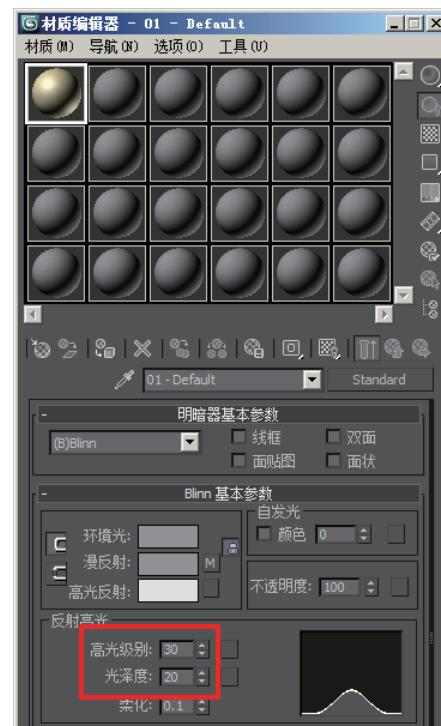

图2-36 设置高光级别和光泽度
(5) 在“Blinn基本参数”卷展栏下的“反射高光”选项组中设置“高光级别”为30，“光泽度”为20，如图2-36所示。